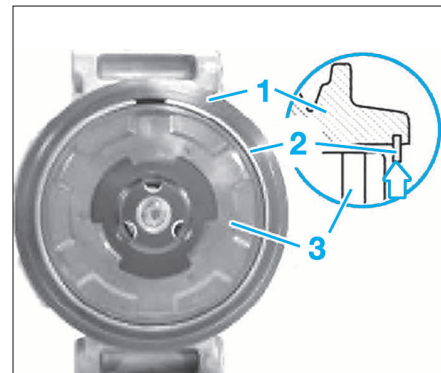

FIG. 35
- Loger correctement le circlip (2) dans la gorge de la poulie (1) et contrôler son bon positionnement (3 : plateau d'entraînement) (Fig.35).